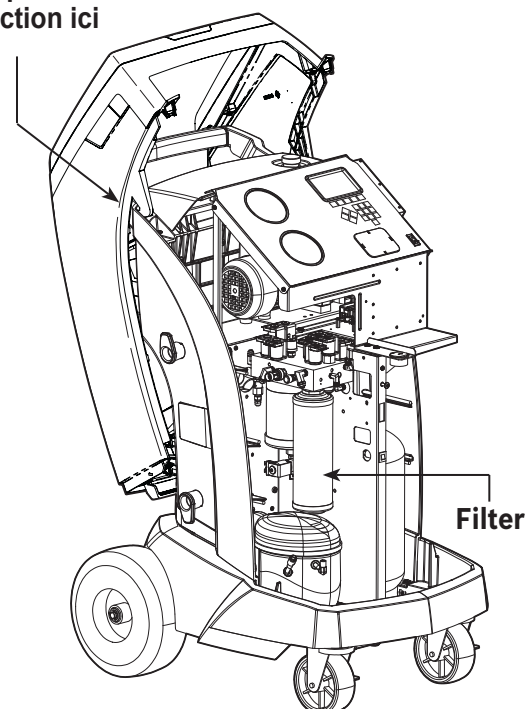

Figure 8
3. Accrochez le capot de protection à l'arrière de la machine comme indiqué sur la Figure 8.
6. Installez le nouveau filtre en le vissant en place dans le sens des aiguilles d'une montre. Vérifiez que le filtre est bien positionné, tel qu'indiqué sur la figure 8. Serrez le filtre à 20 N•m.
4. Accrochez le carénage à l'arrière de la machine comme illustré à la Figure 8.